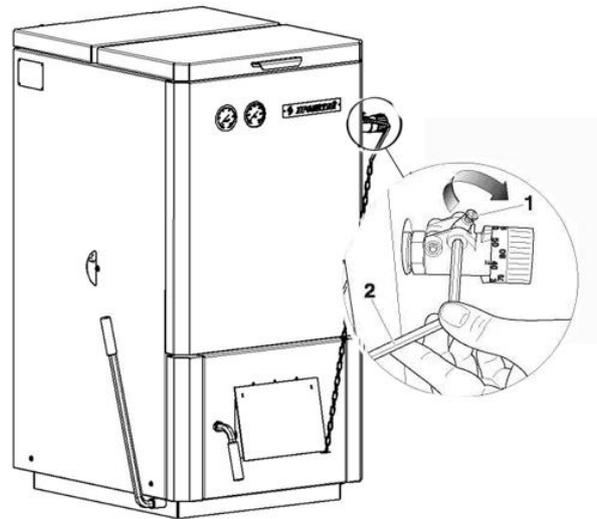

Рисунок 6 – Монтаж регулятора горения:
- Установить регулятор горения с декоративным диском (входит в комплект поставки) в муфту 3/4" таким образом, чтобы отверстие для конуса находилось сверху (см. Рисунок 6);